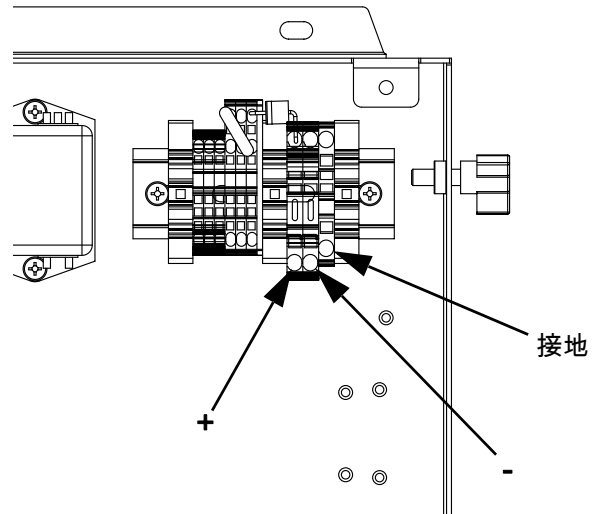

図 10: 24 Vdc での配線
- 24 Vdc での配線については、図 10 を参照してください。